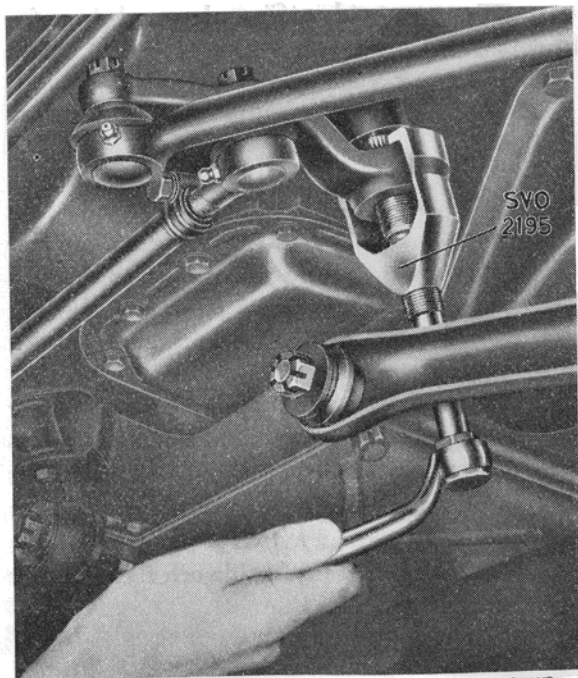

Bild 23. Demontering av pitmanarm.
6. Lossa muttern för pitmanarmen. Drag av pitmanarmen från styraxeln med avdragare SVO 2195 (bild 23).
Lyft upp vagnen så att hjulen hänger fritt. Vrid rattaxeln till mittläget (räkna antalet varv). Sänk ned vagnen. Har vagnen rätt belastning skall hjulen nu stå rakt fram. Står hjulen ej rakt fram demonteras pitmanarmen från styraxeln. Använd avdragare SVO 2195 (bild 23). Ställ därefter vänstra hjulet rakt fram och montera åter pitmanarmen. Rattaxeln skall stå i mittläget.